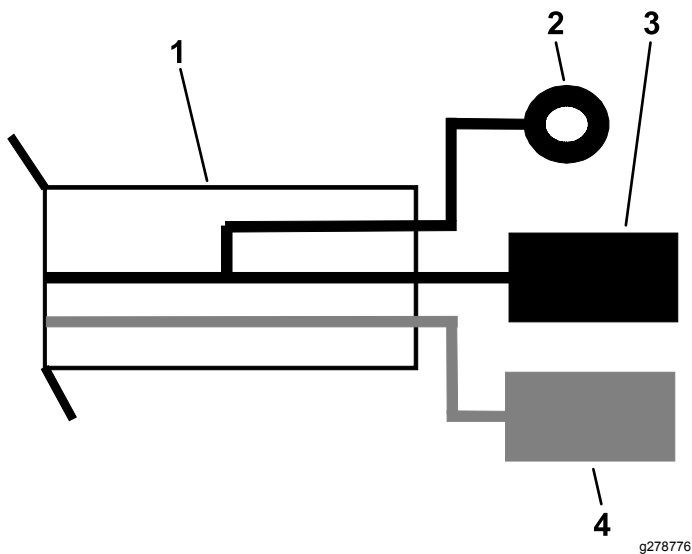

Figura 20
5. Conecte el cable negro de tierra al cable de tierra del arnés de cables del Kit de convertidor de energía (Figura 20).
6. Conecte el cable de alimentación rojo al cable de alimentación del arnés de cables del Kit de convertidor de energía (Figura 20).